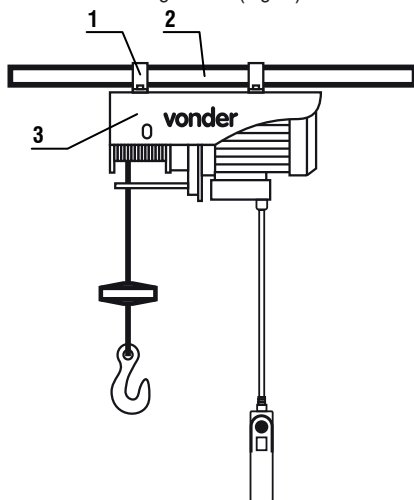

Fig. 3 – Fixação do guincho no suporte
- A fixação do guincho elétrico (3) no suporte (2) (não acompanha o suporte) ocorre através de duas abraçadeiras (1) 45 mm x 45 mm que estão posicionadas na parte superior da estrutura do guincho (Fig. 3).